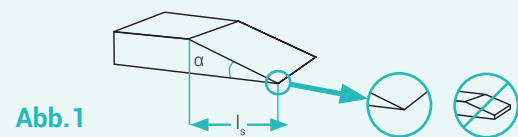

Abb. 1
- Schrägschnitt am Anfang: ca. 0,5 m des Dichtungsbandes abwickeln und mit einem scharfen Messer zur Klebeseite ohne Absatz schräg abschneiden → Länge des Schrägschnittes (l_s) = ca. 25 mm mit einem Winkel $\alpha < 15^\circ$ (Abb.1).